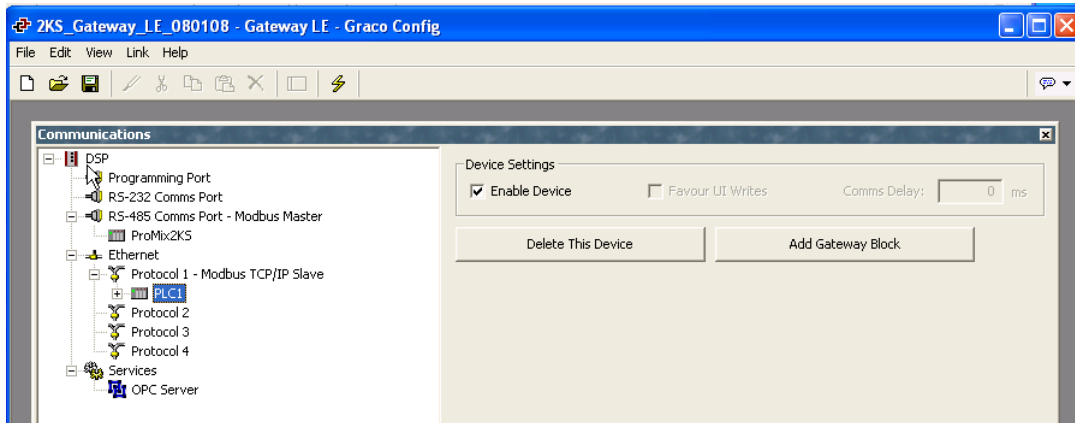

ABB. 21: PLC1 umbenennen
3. Siehe ABB. 21. Mit der rechten Maustaste auf „PLC1“ klicken, um dem Gerät ein für das System aussagekräftigen Namen zu geben.